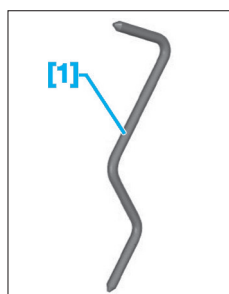

Fig. 2
- [1] Pige de volant moteur (réf : 0188.Y) (Fig.2).